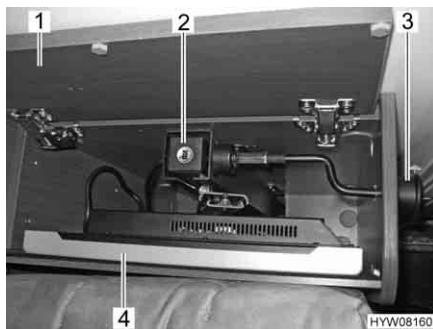

Fig. 38 Schermo piatto nel vano porta televisore
- Aprire la copertura (Fig. 38,1).
- Per scaricare le molle, spingere il meccanismo di sollevamento (Fig. 38,2) leggermente verso il basso.
- Tirare il bottone di sbloccaggio (Fig. 38,3). Lo schermo piatto (Fig. 38,4) si solleva automaticamente.